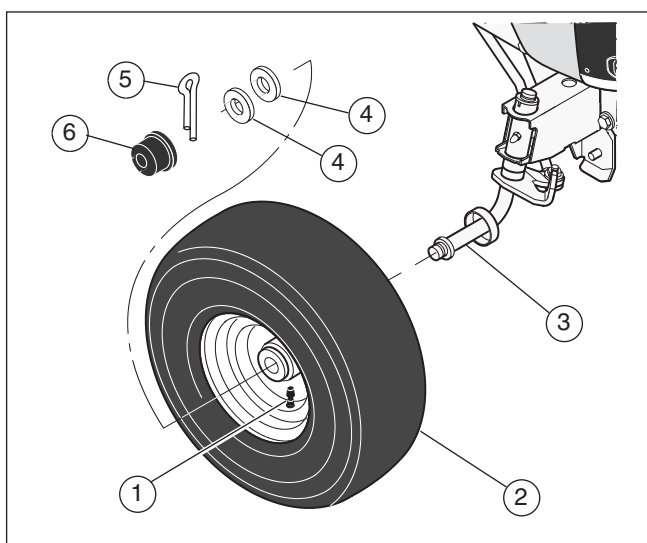

Figure 36
1. S'assurer que le corps de valve (1) se trouve sur l'extérieur (voir la **Figure 36**).
2. Faire glisser la roue avant (2) sur l'axe (3).
3. Fixer la roue avant (2) à l'aide des rondelles (4) et de la goupille fendue (5). Écarter les extrémités de la goupille fendue en les pliant afin de garder la roue avant sur l'axe.
4. Si le modèle est muni d'enjoliveurs (6), les installer. S'assurer que les rondelles maintiennent les enjoliveurs en place.